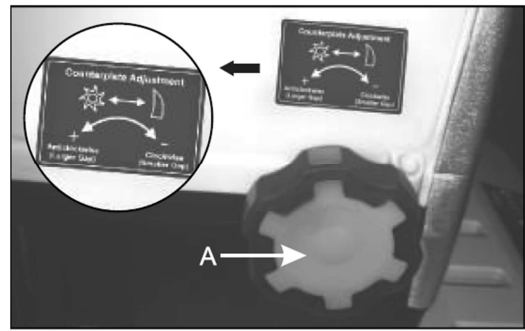

Fig. 5A
1. Tournez le bouton de réglage de la contreplaque (A) dans le sens des aiguilles d'une montre jusqu'à ce qu'un bruit de friction légère se fasse entendre et que des copeaux d'aluminium fins sortent de la goulotte d'éjection durant un bref instant. (Fig. 5A et 5B)